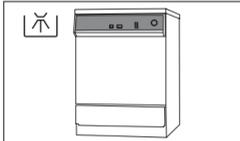

図 21
- 2 ISO15883-1 に合致した熱水洗浄器を使用してください。（図 21）。熱水洗浄器の取扱説明書に従ってください。